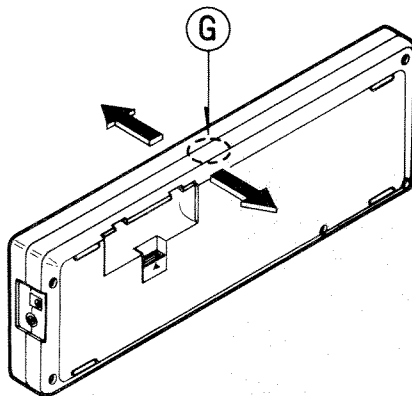

図2 Fig. 2
- ③ ユニットの図2に示すように、電池カバーが上側になるように起し、下ケースの矢印(G)の部分を押すと内側の爪がはずれますので、左右にゆっくり開いてください。
- (3) Set the unit upright as in Fig. 2 so that the battery cover is on the top. The inside tabs can be disengaged when the arrow (G) is pressed. Allow the unit to open slowly on both sides.